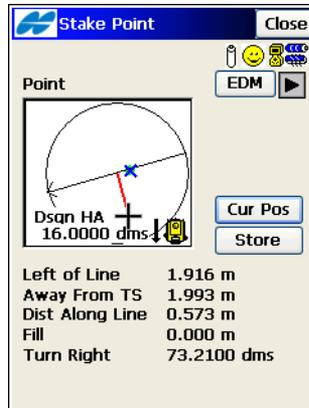

Abbildung 9-17. Abstecken von Linien
- Im TS-Modus zielen Sie das Prisma an. Tippen Sie im Fenster **Abst. Punkte** auf die Schaltfläche **Akt Pos**, um die Position zu prüfen (Abbildung 9-17). Über die Schaltfläche **EDM** können Sie den Streckenmessmodus wechseln (*Grob*, *Fein* oder *Coarse Tracking*). Wenn der Punkt nah genug an der Linie und der Sol-entfernung vom Startpunkt aus liegt, tippen Sie auf **Mess**, um ihn zu speichern.